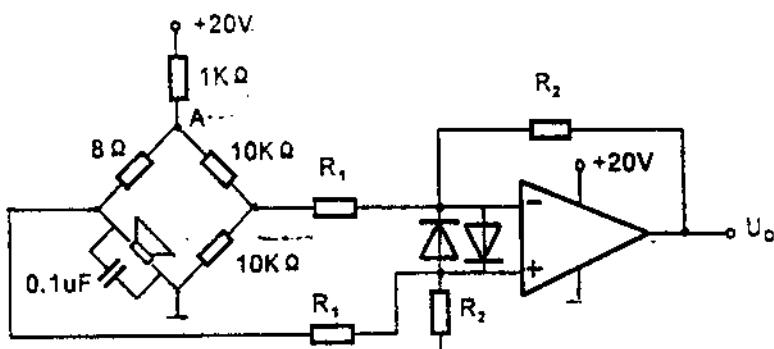

图2.1.15
a. 声电转换电路可采用电桥, 其输出电压为一差动信号, 送给前置放大器。声电转换电路及前置放大器可参考图2.1.15。
声电转换电路和前置放大器可采用图 2.1.15 所示电路，其中 $R_1=100K\Omega$ ， $R_2=1M\Omega$ ，电源电压为+15V。